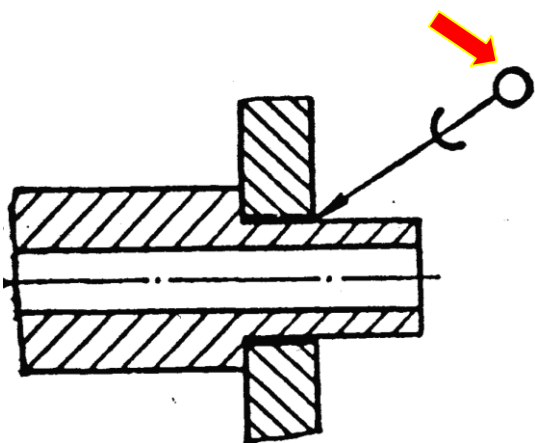

Рис.3
- Паяний шов, виконаний по периметру, позначається колом діаметром 3-5 мм, розміщеним на другому кінці лінії-виноски. **Рис.3, 4**